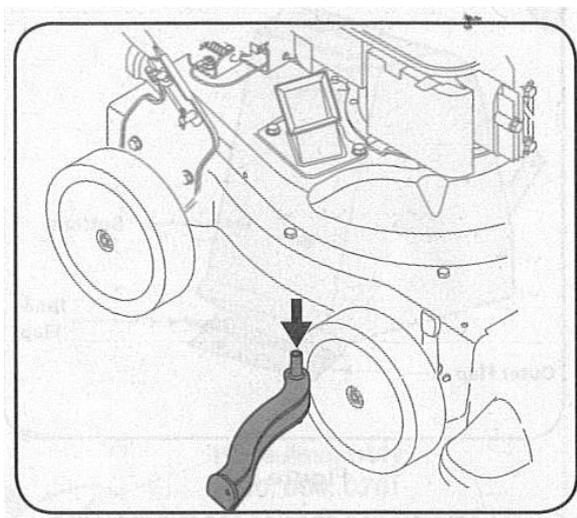

図.8-7
6. スクリーンを取り外し、清掃してください。(図.8-7)